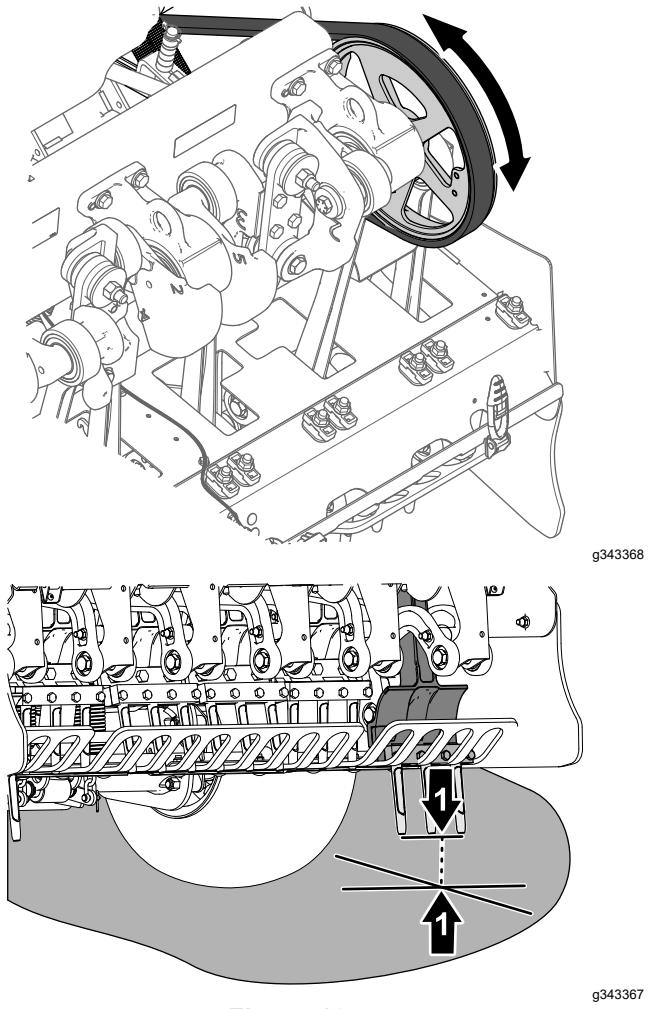

Figura 104
4. Gire la polea del cabezal de perforación (Figura 104) hasta que los taladros más exteriores estén alineados lo más cerca del suelo.